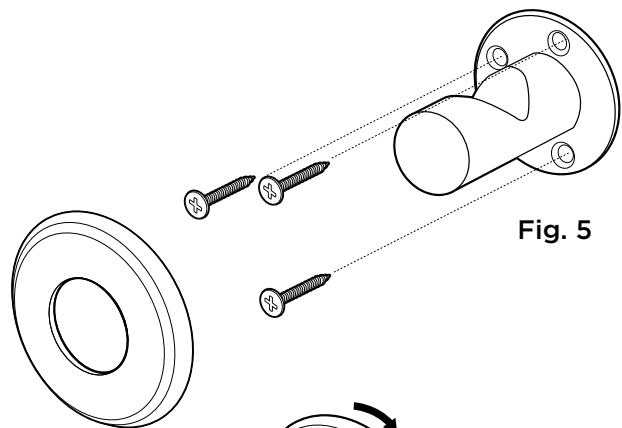

Fig. 5
- Pour installer le crochet pour sac, mesurez jusqu'à 44" à partir du sol fini à l'emplacement souhaité et marquez le mur. **Fig. 5**